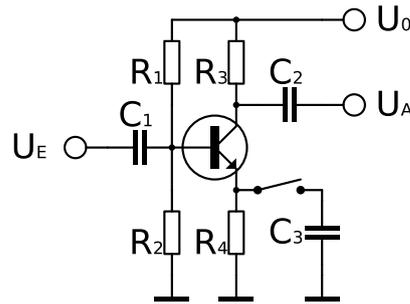

Abbildung 3.5: Schaltbild des Transistorverstärkers
- Bauen Sie die Schaltung gemäß Abb. 3.5 mit den Werten  $C_1 = C_2 = 220\text{nF}$ ,  $R_1 = 22\text{k}\Omega$ ,  $R_2 = 4,7\text{k}\Omega$ ,  $R_3 = 2,2\text{k}\Omega$ ,  $R_4 = 470\Omega$  auf und schließen Sie den Kondensator  $C_3$  zunächst nicht an. Als Versorgungsspannung wählen Sie  $U_0 = 12\text{V}$ . Legen Sie an den Eingang eine Wechselspannung mit  $U_{ESS} = 1\text{V}$  und  $f = 1\text{kHz}$ . Stellen Sie  $U_E$  und  $U_A$  grafisch dar und bestimmen Sie die Verstärkung aus dem Verhältnis der beiden Amplituden sowie die Phasenverschiebung.